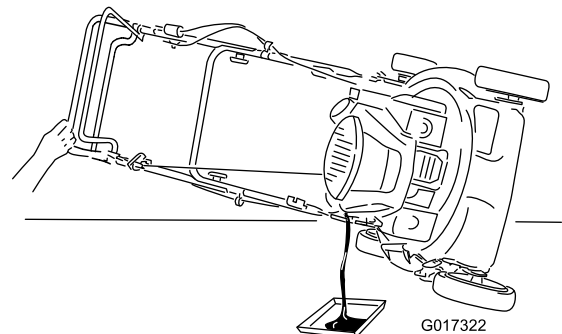

Figura 18
- Ponga el cortacésped de lado, con el filtro de aire hacia arriba, y retire la varilla para drenar el aceite usado a través del tubo de llenado de aceite (Figura 18).